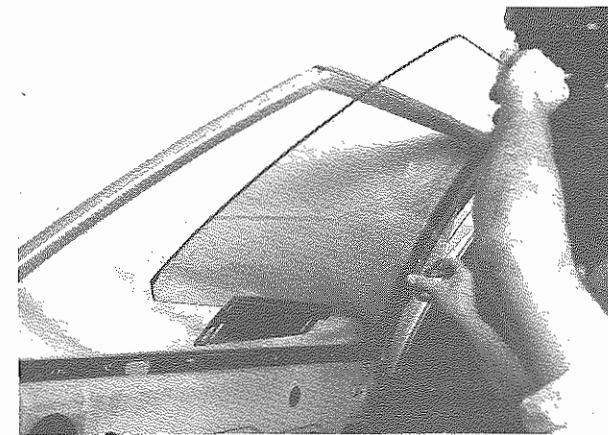

Fig. 12 - Estrarre il cristallo
- Estrarre il cristallo dall'interno (**Fig. 12**). Servirsi di una pinza divaricatrice per allargare la fessura di passaggio sulla portiera.
- Take out the glass from the inside (**Fig. 12**). Make use of retracting pliers to open the passage slot on the door.